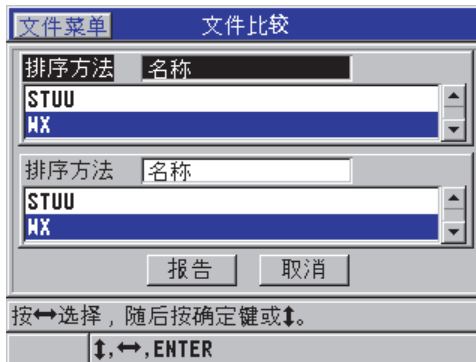

图 6-42 文件比较报告屏幕
5. 在**文件比较**屏幕中 (参见第 117 页的图 6-42):